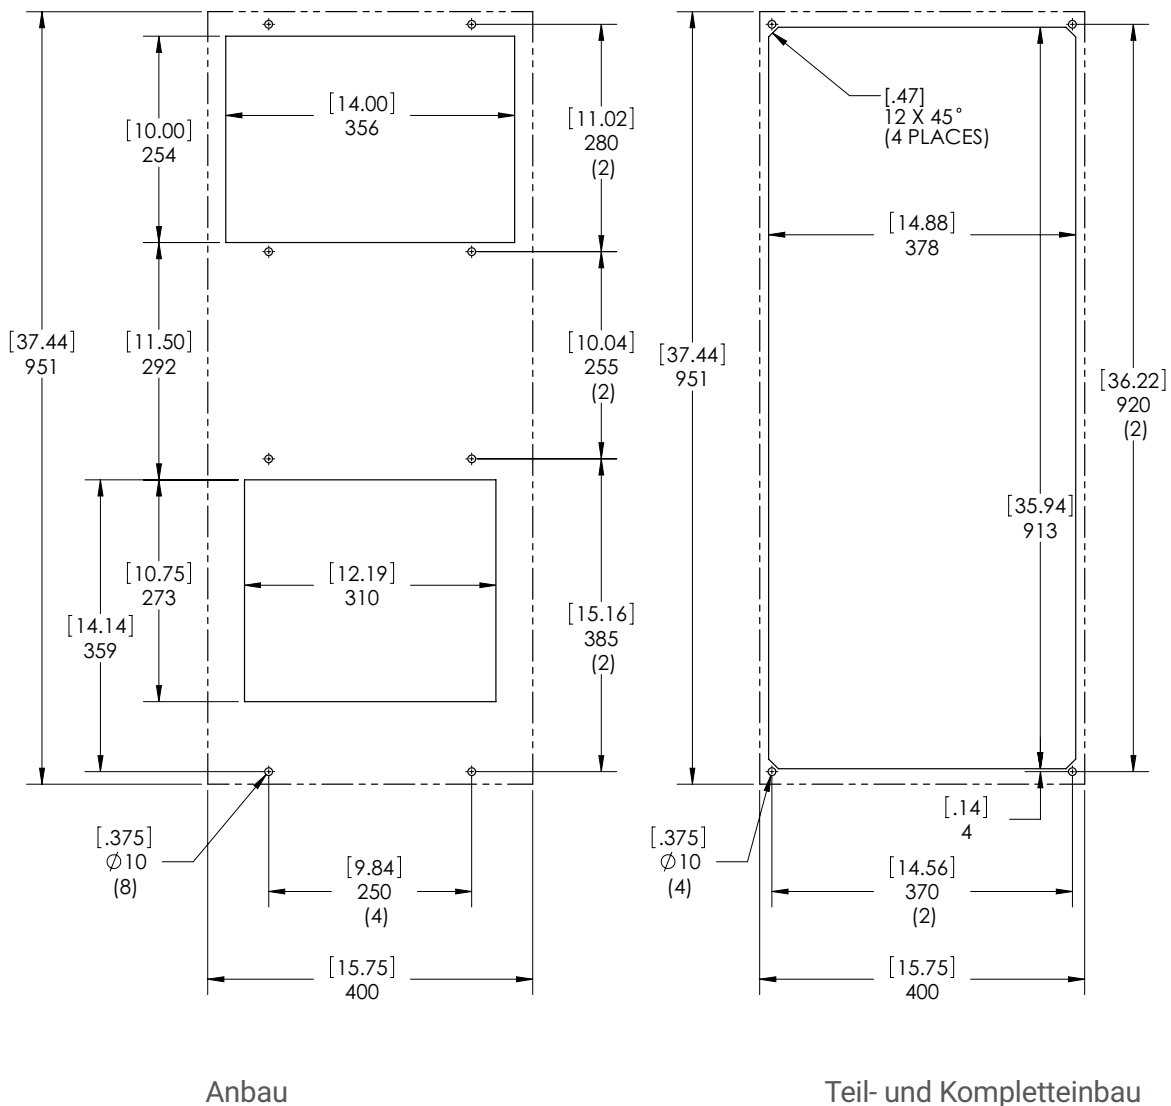

Abbildung 15
2. Bereiten Sie den Schrank anhand der mitgelieferten Ausschnittschablone vor (siehe Abbildung 15). An der Vorderseite des Geräts muss ein Abstand von mindestens 0,5 m eingehalten werden, damit der Luftstrom nicht behindert wird. An den Seiten des Geräts müssen jeweils mindestens 5 cm Abstand eingehalten werden. Damit die Kondensatauffangwanne nicht überläuft, darf das Gerät nicht mehr als 3° zur Ebene geneigt sein.